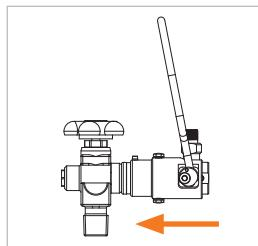

Abbildung 3
► Stecken Sie den Adapter gerade und locker, bis zum merkbaren Dichtungskontakt in das Flaschenventil ein (*Abbildung 3*). Dadurch wird eine Beschädigung der Frontdichtung durch eventuell scharfe Kanten am Flaschenventil vorgebeugt und das richtige Anschließen gewährleistet.